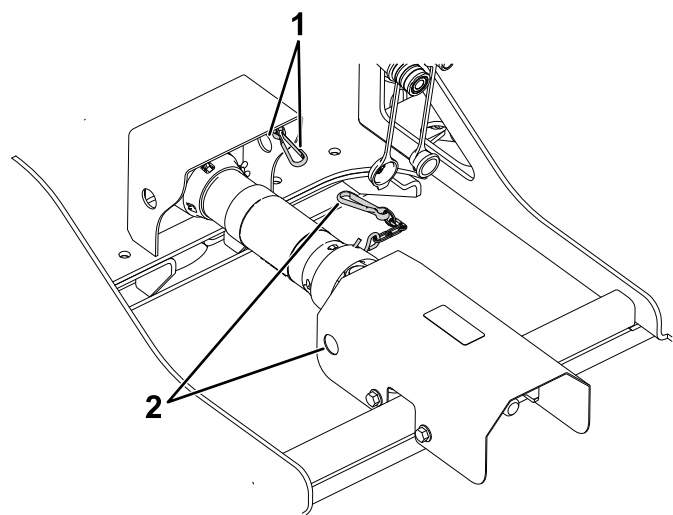

Figure 15
- 8. Fixez les chaînes de la protection de l'arbre d'entraînement aux points indiqués sur la Figure 15.